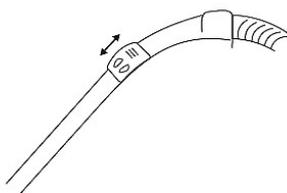

Abb. 11: Luftregulierung
- Durch Verstellen des Luftregulierers Abb.11 können Sie den Luftstrom einstellen.